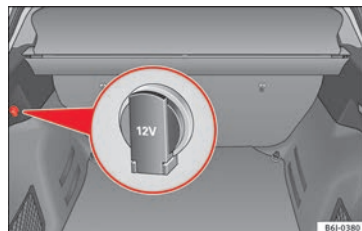

Fig. 115 Particolare del rivestimento laterale del bagagliaio: presa di corrente da 12 Volt.
- Alzare la copertura della presa di corrente » fig. 115.